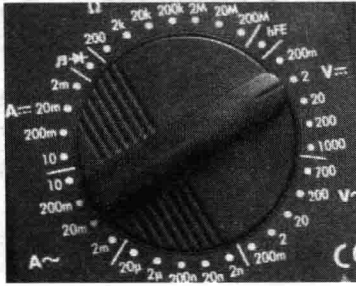

图 1-11 直流电压档位
1) 测量直流电压时，红表笔置于最右侧“V Ω ”插孔，拨盘开关选择直流电压档位，如图 1-11 所示。直流电压测试量程共分为五个档位，即 200mV、2V、20V、200V 和 1000V。在无法预测电压值时，可先选择较大量程，后根据测试情况调整量程进行准确测试。